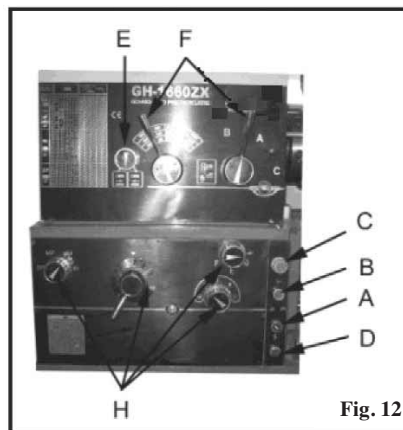

Fig. 12
Tænd/sluk-knap for kølemiddel: (A, Fig. 12) tænder og slukker for kølemiddelpumpen.
Lysdiode for strøm: (D, Fig. 12) Lyser, når drejbænkens er tilsluttet strøm.
Nødstopknap: (C, Fig. 12)
Startknap: (B, Fig. 12) Hurtigt tryk og slip starter rotationen af spindlen.
2. **Håndtag til gearskift på spindeldokken:** (F, Fig. 12) Placeret på den forreste, øverste del af spindeldokken. Håndtaget flyttes til højre eller venstre for at opnå den ønskede spindelhastighed.
3. **Indstillingshåndtag for retning af ledeskrue/trækspindel:** (E, Fig. 12) Placeret forrest på spindeldokken i nederste venstre hjørne. Håndtaget bruges til at skifte fremføringsretning. (Forsigtig: Indstillingen må ikke ændres, når maskinen kører).
4. **Indstillingshåndtag til fremføring/ledeskrue:** (H, Fig. 12) Placeret forrest på spindeldokken. Bruges ved opsætning til gevindskæring eller fremføring.